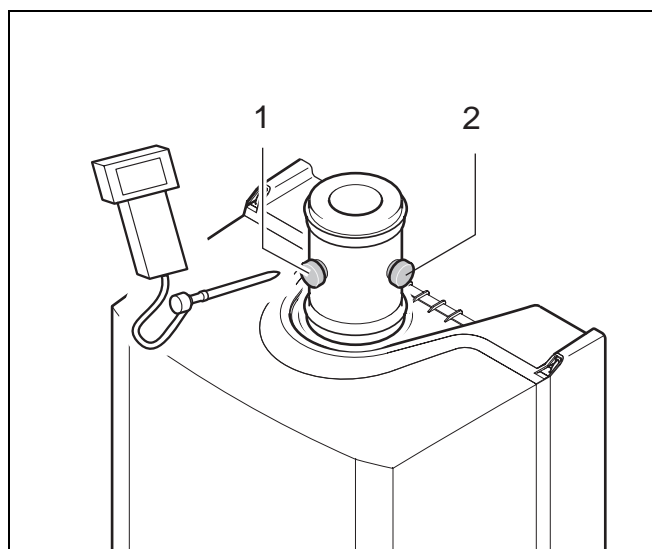

Рис. 35 Места измерения на трубопроводе отработанных газов
- Открутить соответствующую заглушку (рис. 35) на контакте соединения системы дутьевого воздуха и выпуска отработанных газов и после проведения измерений снова закрутить. Установите прибор в режим "Hi". См. меню 3: "Установки" на стр. 25.